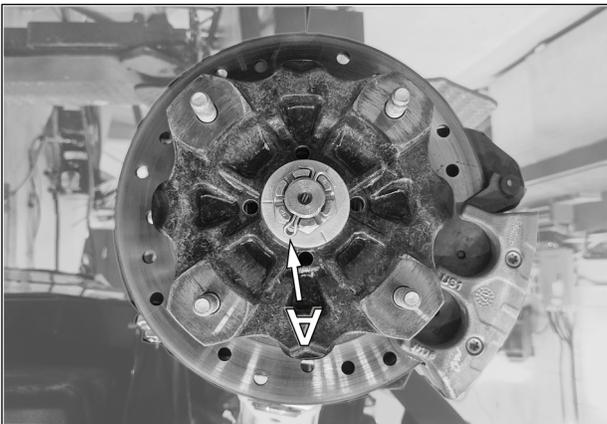

Fig. 9
9. S'assurer que la goupille fendue (A) ne produise aucune interférence lors de l'assemblage du moyeu du système de traction au moyeu. Le moyeu de traction doit se positionner sans résistance au moyeu du véhicule. Voir la Fig. 9